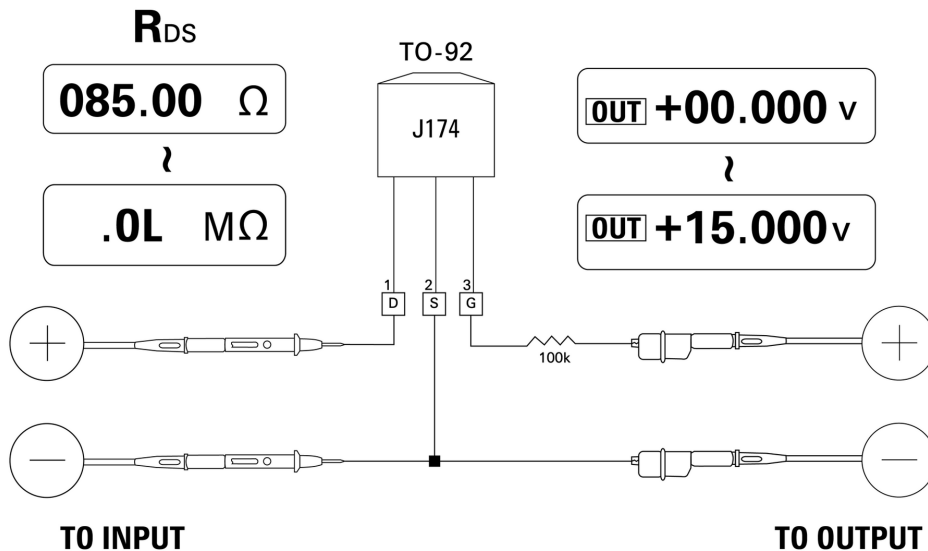

Abbildung 5-12 P-Kanal-JFET
- 4 Verringern Sie stufenweise die Spannungsausgabe von +00,000 V auf +15,000 V. Der R_{DS} -Wert erhöht sich entsprechend (Abbildung 5-12 auf Seite 107).